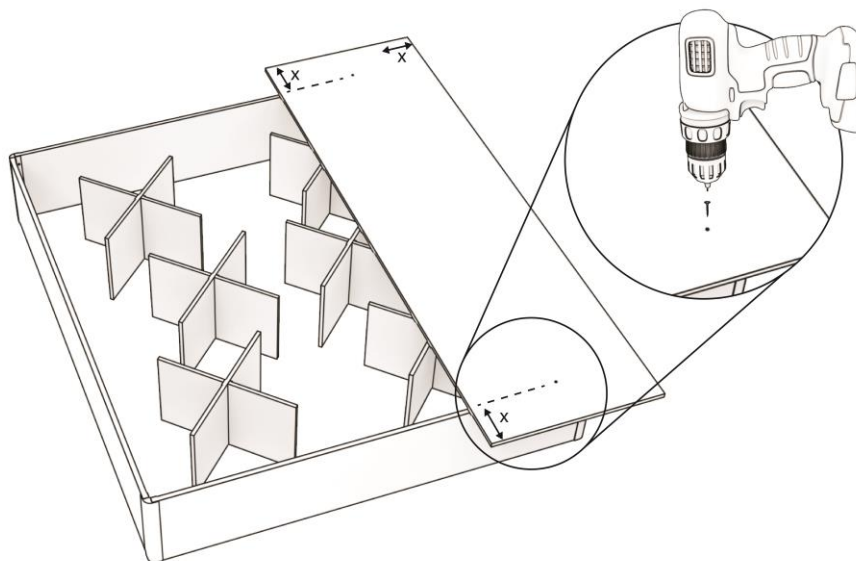

Abbildung 7: Erste Bodenplatte auf den Bettkasten legen und festschrauben.
Schritt 8. Platzieren Sie die erste der beiden mitgelieferten Bodenplatten so, dass der Rand der Platte auf den gezeichneten Linien am Kopf- und Fußende liegt, wie in Abbildung 7 dargestellt. Zeichnen Sie am Kopf- und Fußende mit dem Bleistift Hilfslinien ein, um anzuzeigen, wo die Platten angeschraubt werden sollen, und schrauben Sie diese in der Mitte der Platte fest.
Achtung: Die Platte muss auf allen Seiten (Seite, Kopf und Fuß) gleich weit hervorstehen, wie in Abbildung 7 angegeben mit Abstand 'x'.